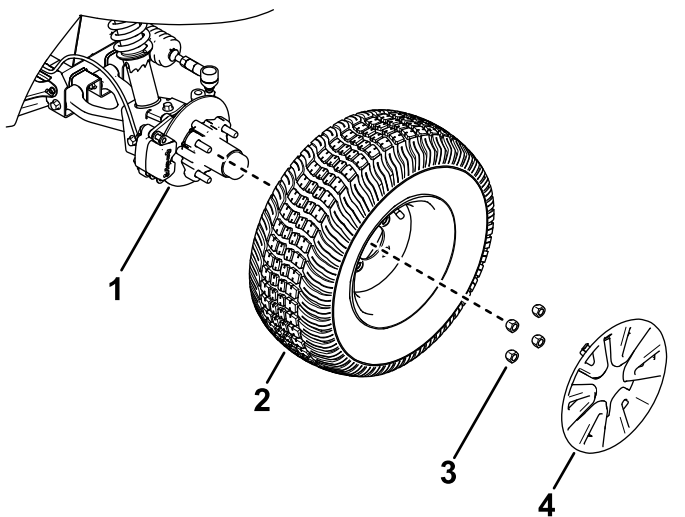

Figura 20
2. Îndepărtați capacul de roată și cele 4 prezoane care fixează roata pe butuc (Figura 20).
4. Aliniai orificiile din roată cu tifturile butucului i montai roata pe butuc cu tija supapei spre exterior (Figura 20).
5. Fixai roata pe butuc utilizând prezoanele (Figura 20).